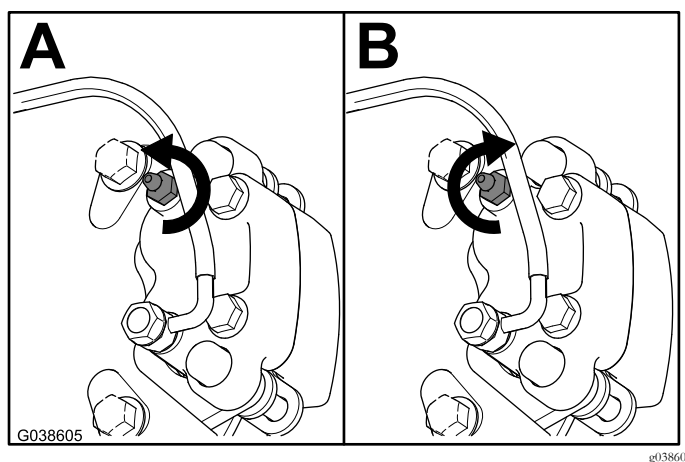

Рисунок 11
2. При полностью нажатой педали тормоза ослабьте продувочный винт на 1/4 оборота (Рисунок 11).
3. При полностью нажатой педали тормоза затяните продувочный винт на 1/4 оборота (Рисунок 11).